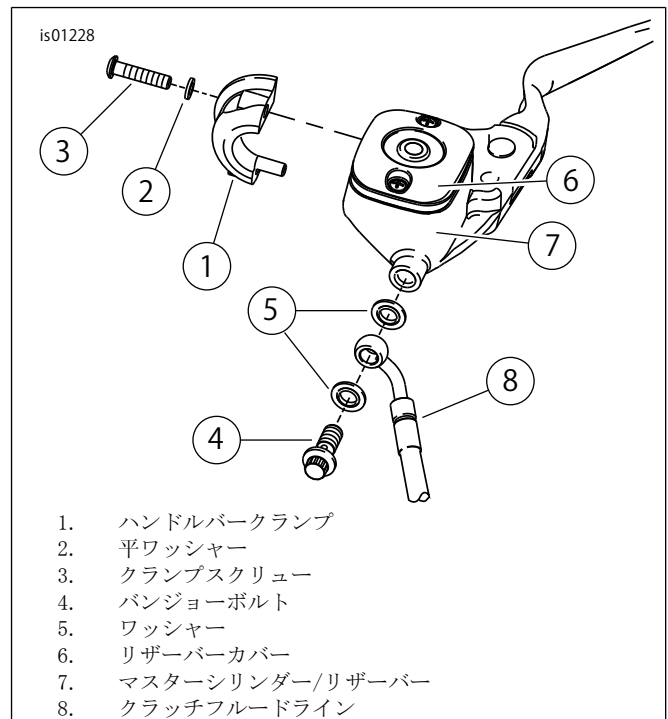

図1. クラッチマスターシリンダー/リザーバーアセンブリー
2. 「図1」を参照してください。カップをバンジョーボルト/油圧ライン(4、8)の下で固定したまま、バンジョーボルトを取り外し、クラッチフルードをリザーバーからカップに排出させます。リザーバーから排出しきったら、バンジョーボルトと油圧ラインを取り外します。